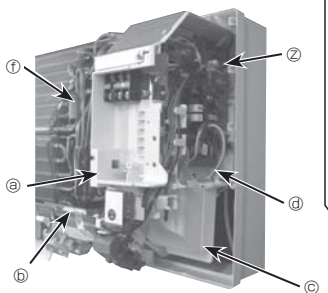

Fig. 6-5
- 7 Extraiga el tornillo de la cubierta angular. (Fig. 6-5)
- 8 Retire la guía del cable. (Fig. 6-5)
- 10 Quite el termistor de la tubería de líquido (TH2). (Fig. 6-5)
- 11 Desprenda parcialmente la cinta del motor de paletas y afloje el cable. (Fig. 6-5)
- 12 Afloje el cable del motor del ventilador. (Fig. 6-5)